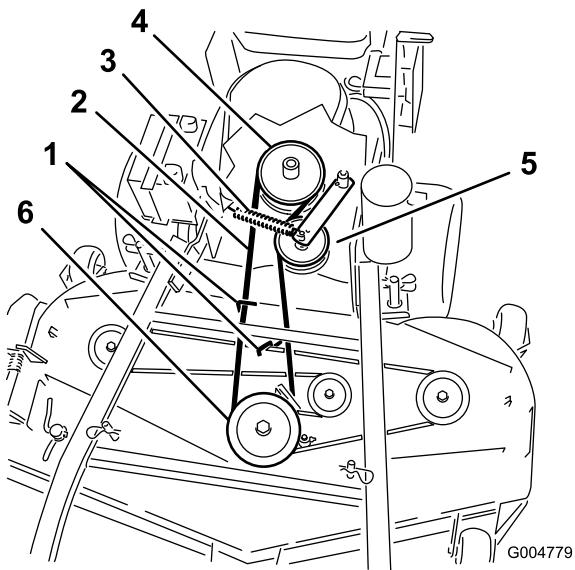
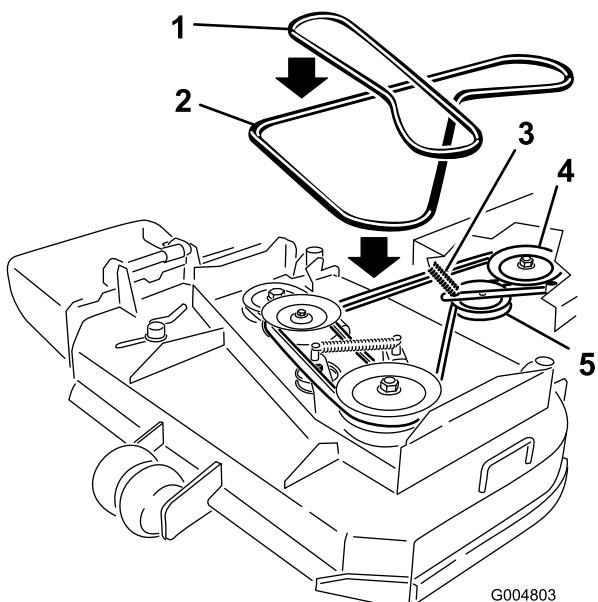

Figura 50
Figura 51
- Retire la correa de la polea central de la plataforma del cortacésped (Figura 50). Consulte Figura 51 para quitar la correa de la polea izquierda en una plataforma de cortacésped de 36 pulgadas. Extreme las precauciones al retirar la correa ya que la tensión aumentará debido a que la polea tensora está tensada con muelle.
- Retire la correa de la polea del motor y la polea tensora tensada con muelle (Figura 50). Consulte Figura 51 para retirar la correa de las poleas de una plataforma de cortacésped de 36 pulgadas.
- Instale la nueva correa en la polea del motor y la polea tensora tensada con muelle (Figura 50).
- Coloque la correa en la polea central de la plataforma del cortacésped (Figura 50). Extreme las precauciones al instalar la correa ya que la tensión aumentará debido a que la polea tensora está tensada con muelle. Consulte Figura 51 para colocar la correa en la polea izquierda en una plataforma de cortacésped de 36 pulgadas.
- Ajuste la guía 3 mm (1/8 pulg.) desde la correa en las plataformas de cortacésped de 40, 48 y 52 pulgadas (Figura 50).